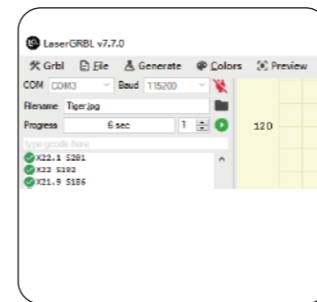

Abbildung 18 Beginnen Sie mit dem Gravieren/Schneiden
- **Nachdem Sie alle oben genannten Einstellungen vorgenommen haben, klicken Sie zum Starten auf die grüne Schaltfläche (siehe Abbildung 18).**